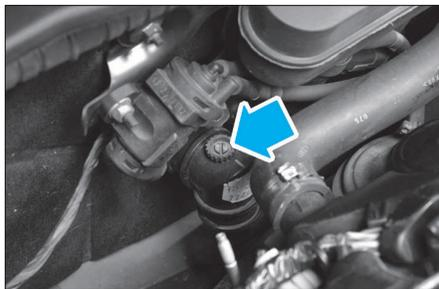

FIG. 42
• Ouvrir les vis de purge (Fig.42) et (Fig.43).
- Vérifier que les vis de purge (Fig.42) et (Fig.43) sont ouvertes.